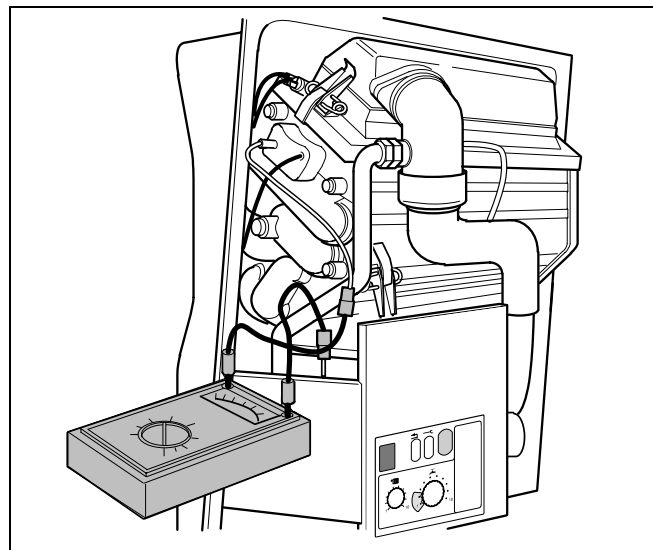

Abb. 27 Ionisationsstrom messen
- Steckverbindung des Überwachungskabels lösen und Messgerät in Reihe anschließen (Abb. 27). Am Messgerät den μA -Gleichstrombereich wählen. Das Messgerät muss eine Auflösung von mind. 1 μA haben.